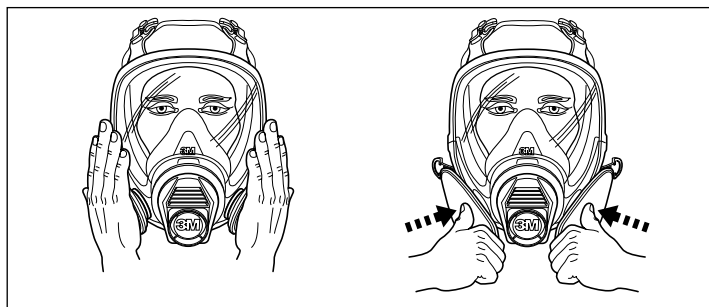

Рис. 4
- 6.3. Каждый раз перед тем как надеть респиратор, необходимо осуществить проверку на плотность прилегания положительным и/или отрицательным давлением. (Рис. 4, 5)
Слегка вдохните. Если маска немного сплющивается и не наблюдается прохождения воздуха между лицом и маской, прилегание хорошее. Если отмечается подсос воздуха, поправьте СИЗОД и/или отрегулируйте натяжение крепежных ремней до полного устранения подсоса воздуха. Повторите проверку. (Рис. 4)